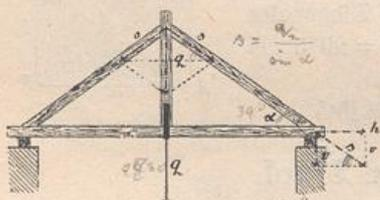

Fig. 22.
2. Auf die Hängesäule eines einfachen Hängewerks (Fig. 22) wirkt als Zug nach abwärts die Kraft  $q = \frac{5}{8}$  der Gesamtbelastung  $Q$ .